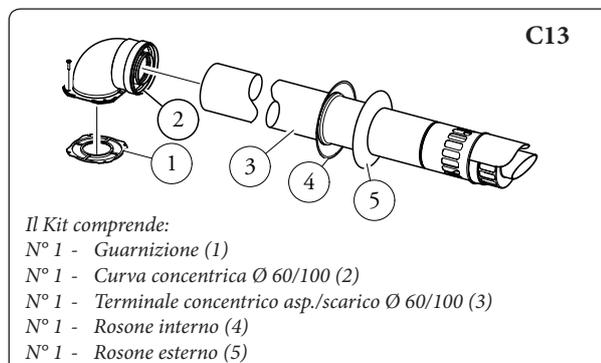

Fig. 1-15
**Kit orizzontali di aspirazione - scarico Ø 60/100.** Montaggio kit (Fig. 1-15): installare la curva con flangia (2) sul foro centrale della caldaia interponendo la guarnizione (1) posizionandola con le sporgenze circolari verso il basso a contatto con la flangia di caldaia e serrare con le viti presenti nel kit. Innestare il tubo terminale concentrico Ø 60/100 (3) con lato maschio (liscio), nel lato femmina della curva (2) sino a portarlo in battuta, accertandosi di avere già inserito il relativo rosone interno ed esterno, in questo modo si otterrà la tenuta e la giunzione degli elementi che compongono il kit.